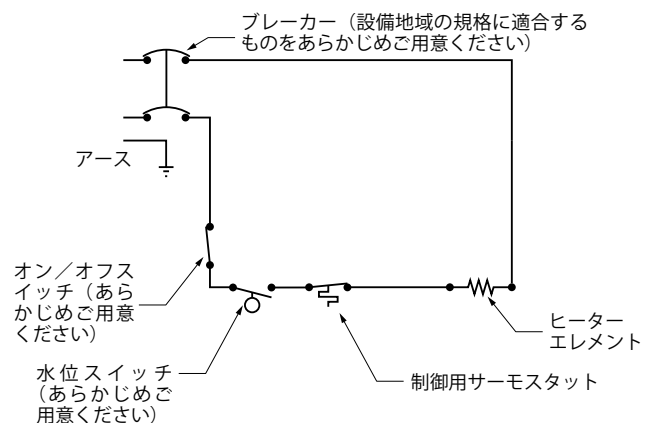
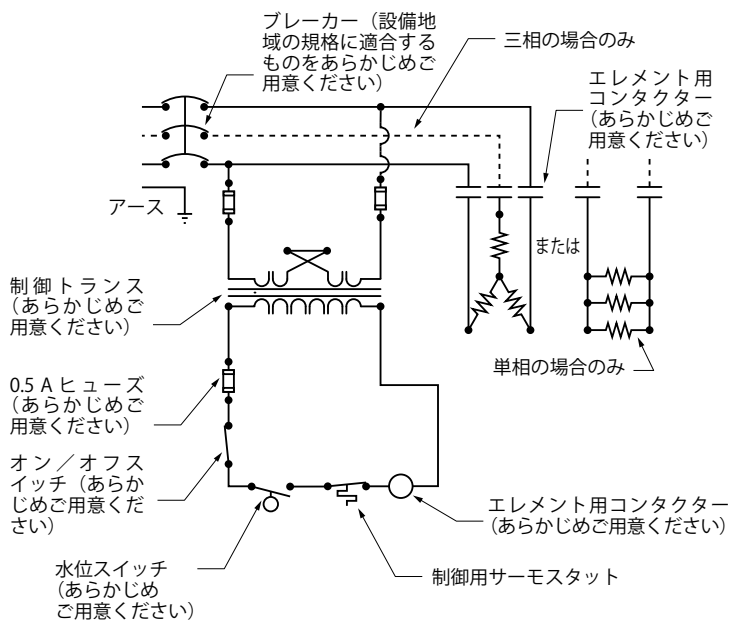
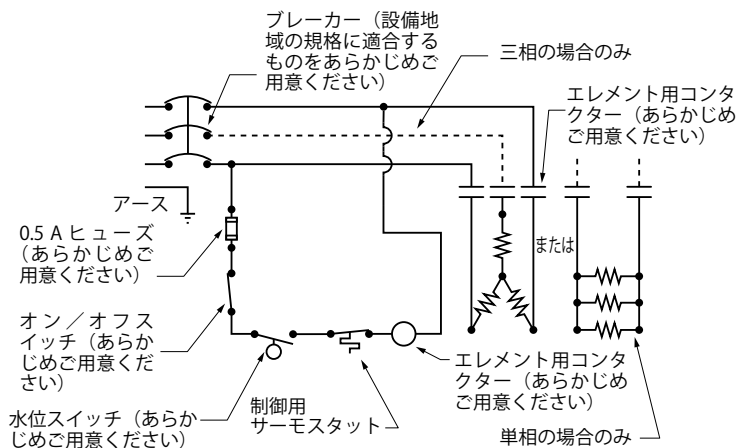

図5. コンタクターとトランスを使用しない場合の回路：サーモスタットの上限值よりも使用電流・電圧が低い単相製品向け
図 6. エレメント用コンタクターとトランスを使用する制御回路：サーモスタットの上限電流・電圧を超える単相製品と、定格 240 V を超える三相製品向け
図 7. エレメント用コンタクターのみ使用する制御回路：電圧はサーモスタットの上限以下で電流値のみ上限を超える場合の単相製品と、定格 240 V 以下の三相製品向け
- 配線上、サーモスタットに定格以上の電圧、電流がかかることがない場合、コンタクターもトランスも不要です（図5参照）。製品の定格電圧がサーモスタットの定格電圧（安全サーモスタット 277 V、調節式サーモスタット 480 V）を超える場合、コンタクターとトランスが必要です（図6参照）。電圧値が定格以内であっても、製品の消費電力が、サーモスタットの電流の上限値を超える場合は、コンタクターが必要です（図7参照）。
- コンタクターと制御トランスをご用意いただき、配線に組み込む必要があります（図 6 参照）。
- コンタクターをご用意いただき、配線に組み込む必要があります（図 7 参照）。